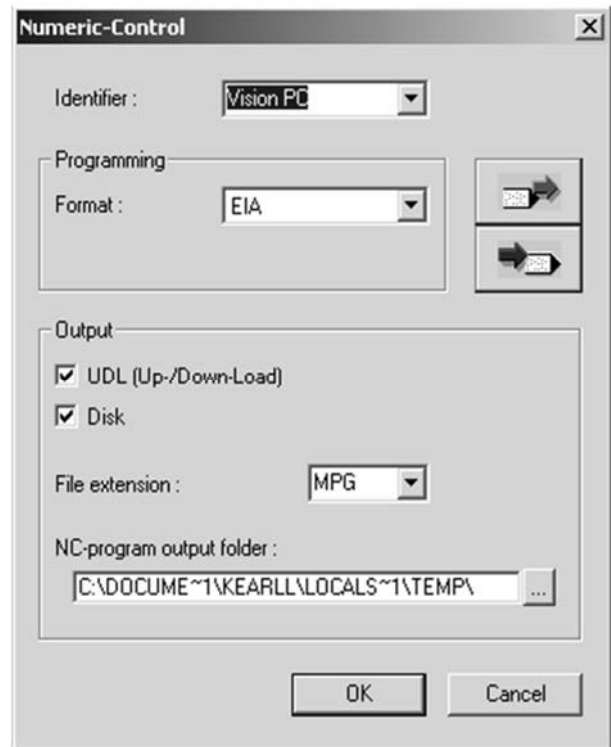

Рисунок 2.10 – Окно цифрового управления
**Цифровое управление.** После введения установок для кареток необходимо щелкнуть на цифровом управлении (CNC) машины (она находится в окне «Выбор машины» в виде пиктограммы со стилизованным блоком управления и эмблемой ESAB). Появится следующее окно (рисунок 2.10).